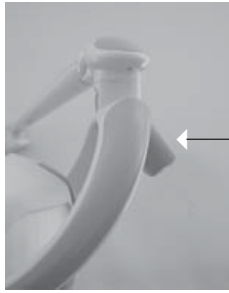

fig.2
- ⇒ Con sensor: acérquese al sensor “B” manteniendo una distancia máxima de 3 cm. (fig. 2).